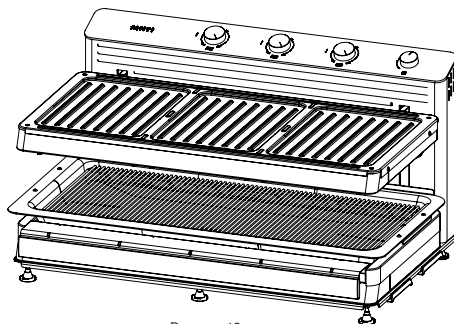
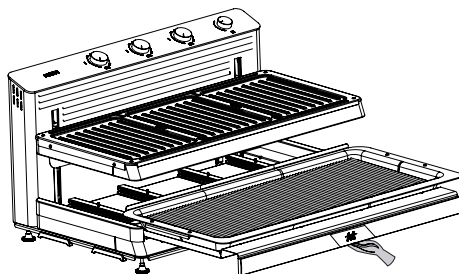
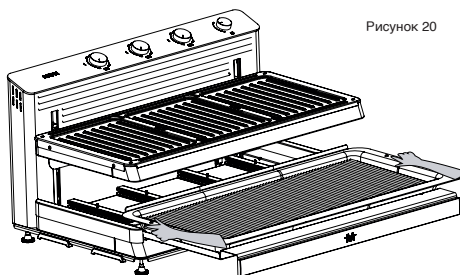

Рисунок 18
Рисунок 20
Рисунок 21
- Установите регуляторы мощности в положение 100 и оставьте устройство работать вхолостую примерно 30 минут, после чего выключите его. Это позволяет сжечь и удалить возможные остатки и технологические слои, оставшиеся после производства. Во время данной процедуры однократно может появиться запах и дым, исходящие от нагревательных элементов. Для предотвращения дискомфорта обеспечьте хорошую вентиляцию помещения (Рис. 18).
- Если после выполнения процедуры приготовления пищи не планируется, переведите выключатели питания на задней панели устройства в положение (0) и отключите сетевой кабель от розетки.
- После полного остывания устройства возьмитесь за ручку и потяните его на себя (Рис. 20), затем осторожно извлеките поддон и решётку, расположенные внутри устройства (Рис. 21).